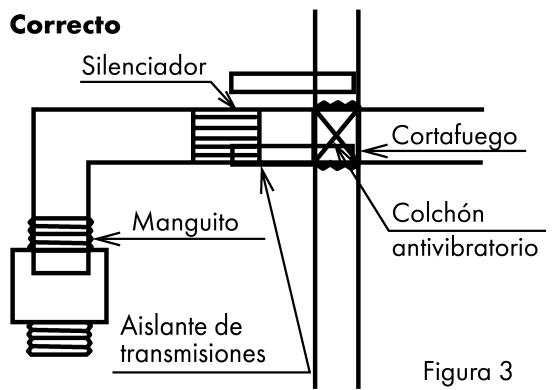

Figura 3
- Aislara el lado del silenciador y la bajante conducto de la posible transmisión de ruidos a través de las paredes (figura 3), concretamente mediante Utilización de una caja aislante.